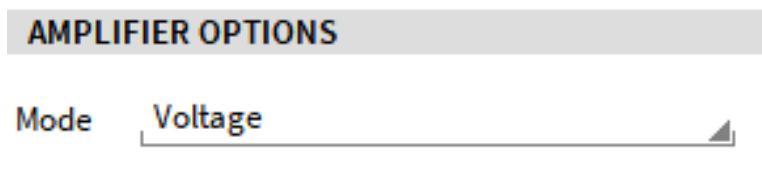

Abb. 7.46: Spannungsmodus
- Stellen Sie die *Verstärkeroption* auf Spannung (siehe Abb. 7.46):